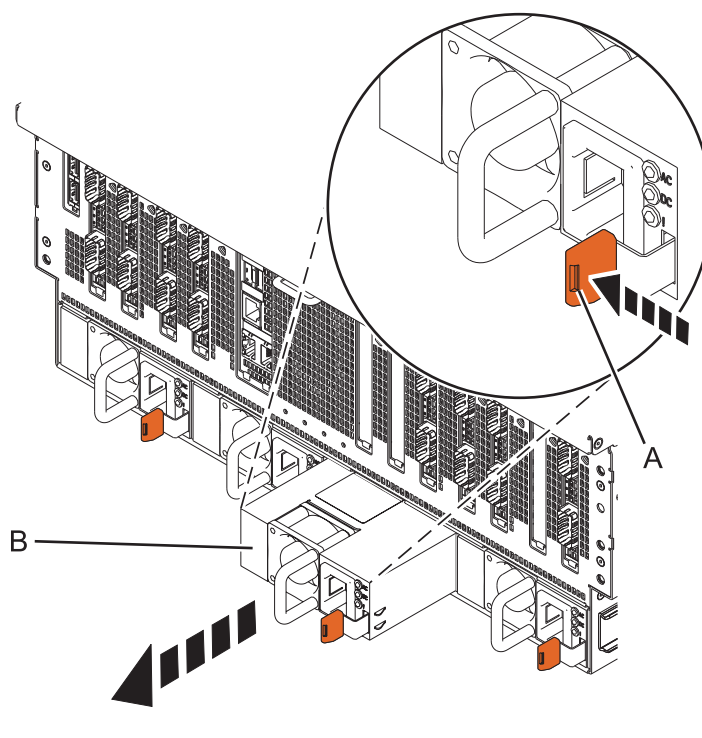

Figura 6. Removendo uma fonte de alimentação da traseira do chassi do sistema
2. Empurre a guia de bloqueio terracotta (A) na direção mostrada em Figura 6.
3. Puxe a fonte de alimentação (B) para fora do sistema, conforme mostrado em Figura 6.